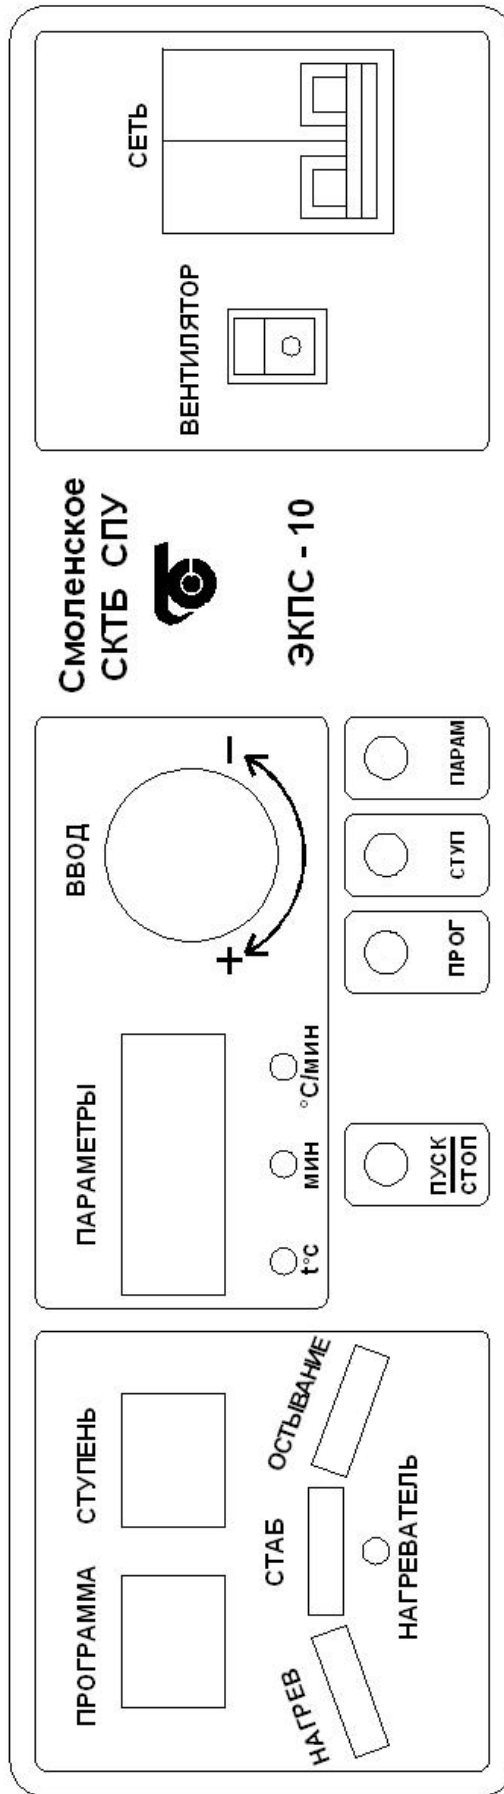

Рис. 3 – Лицевая панель электропечи с многофункциональным блоком МКУ
8.3.3 Включить выключатель «СЕТЬ» на лицевой панели электропечи (рис. 3), при этом на цифровом индикаторе «Программа» загорится номер 1 программы, на цифровых индикаторах «Степень» загорится 1 ступень, на индикаторах «Параметры» значение заданной температуры на 1 ступени и светодиодный индикатор «t °С». Цифровые индикаторы «Программа» включены в мигающем режиме – регулятор находится в режиме «ВВОД».